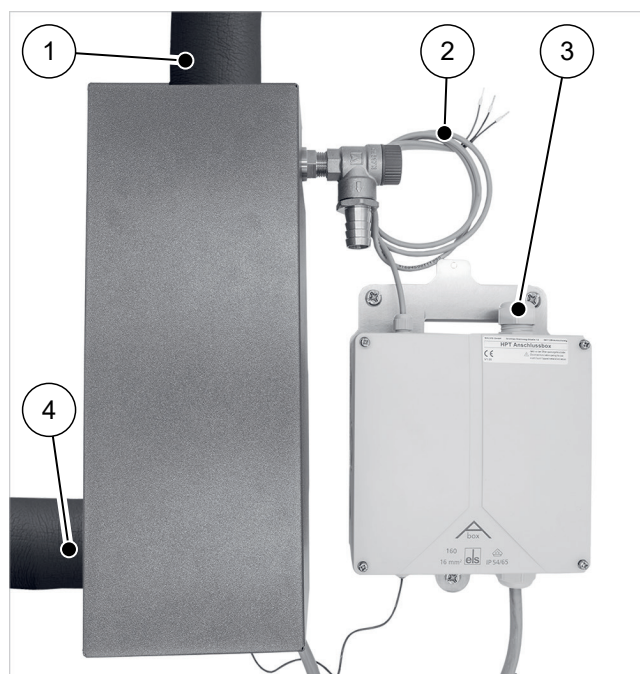

Abb. 5: Abdeckhaube aufgesetzt
3. Falls Stecker vorkonfektioniert wurden, die Steuerleitung (siehe → Pos. 2 in Abb. 5, S. 7) auf die Netzplatine (A12 und A13) aufstecken.